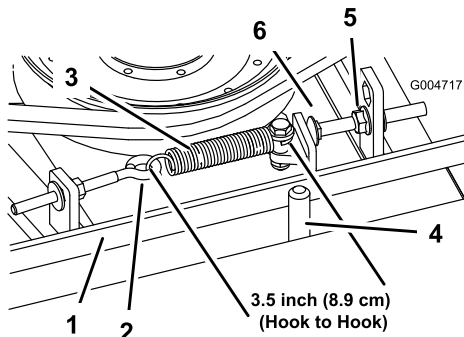

Bild 63
Wenn der Treibriemen richtig gespannt ist, sollte die Messung an der Verlängerungsfeder (Haken zu Haken) innen ungefähr $8,9 \text{ cm} \pm 6 \text{ mm}$ betragen. Wenn die Federspannung richtig ist, stellen Sie die Anschlagsschraube (Schlossschraube) ein, bis der Abstand zwischen dem Schraubenkopf und dem Spannung ungefähr $3 + 1,5/0,0 \text{ mm}$ beträgt (Bild 63).
Hinweis: Achten Sie darauf, dass der Riemen auf der Federseite der Riemenführung positioniert ist (Bild 63).
- Lösen Sie den Augenbolzen, um die Verlängerungsfeder abzunehmen (Bild 63).
- Lösen Sie die Bundmutter, mit der die Anschlagsschraube an der Befestigungslasche befestigt ist. Schieben Sie die Mutter so weit zurück, dass der Spannarm an der Anschlagsschraube vorbeigeführt werden kann (Bild 63). Bewegen Sie die Spannscheibe vom Riemen weg, um diesen zu entspannen.
- Setzen Sie die Verlängerungsfeder (Bild 63) wieder in den Augenbolzen ein und spannen Sie den Riemen wie folgt: